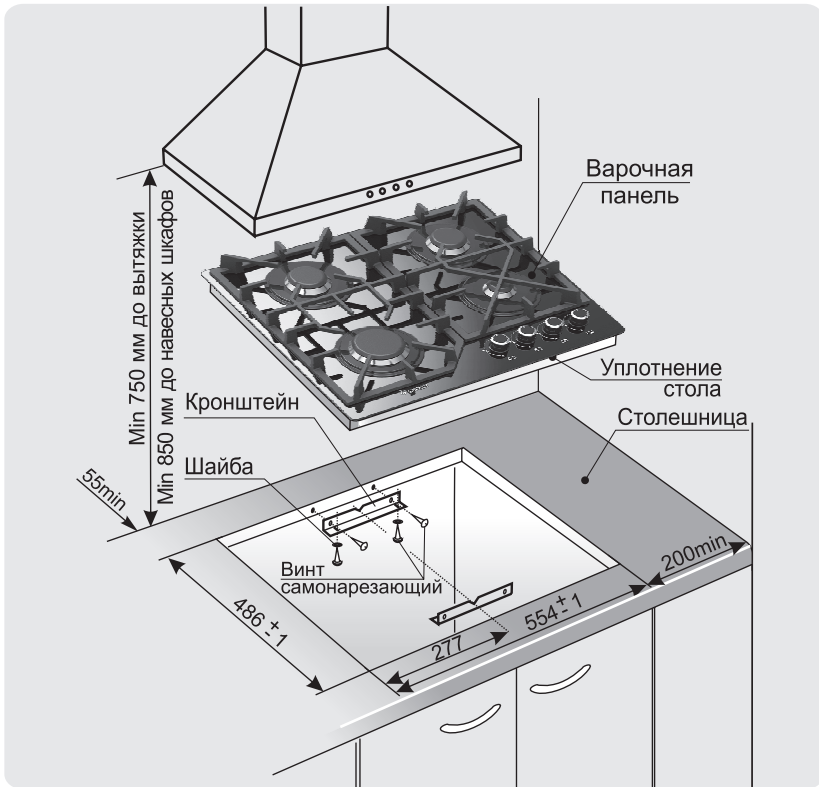

Рис. 6 МОДЕЛЬ ПВГ 2232, ПВГ 2232-01
1. Точно разметить на столешнице контур проема под варочную панель в соответствии с рис. 6, 7, 8, 9, 10.